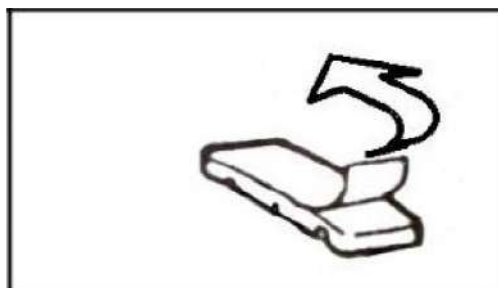
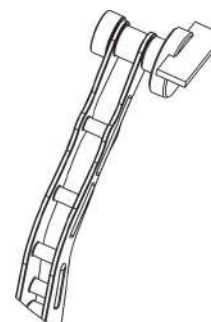

Рис.15
Рис.16
4.2 Снимите подходящий грузик (рис.15) и поместите его на головку линейки (рис.16),
4.6 Снимите подходящий грузик (рис.15) и поместите его на головку линейки (рис.16), вытягивайте линейку до тех пор, пока не увидите положение внутренней точки дисбаланса на внутренней стороне обода (рис.20)